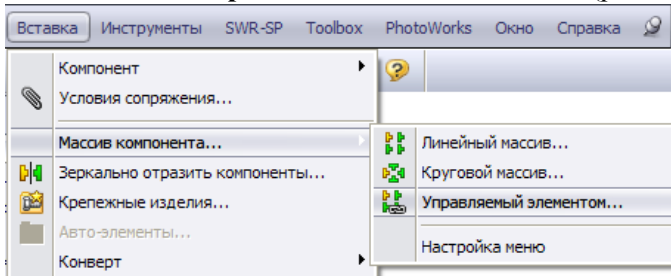

Рисунок 11.61 - Виклик меню «Управляемый элементом...»
39. Помістимо гвинт, гайку й шайбу в інші отвори корпуса. У зв'язку з тим що інші три отвори в корпусі редуктора були отримані як лінійний масив, прискоримо процедуру складання, використовуючи можливості SolidWorks. Активізуємо команду меню: «**Вставка | Масив компонента...**» «**Управляемый элементом...**» (рис. 11.61).